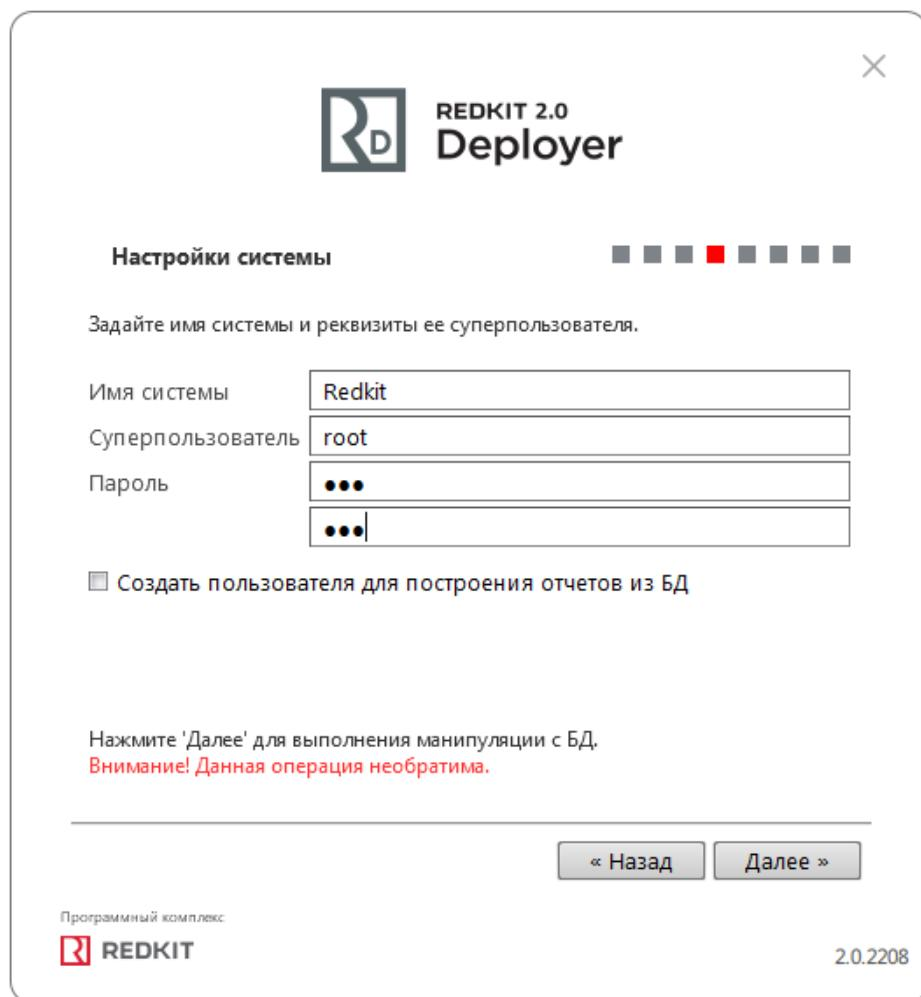

Рисунок 70 - Настройки системы
12. Задайте пароль суперпользователя root системы Redkit и нажмите **Далее** (Рисунок 70).